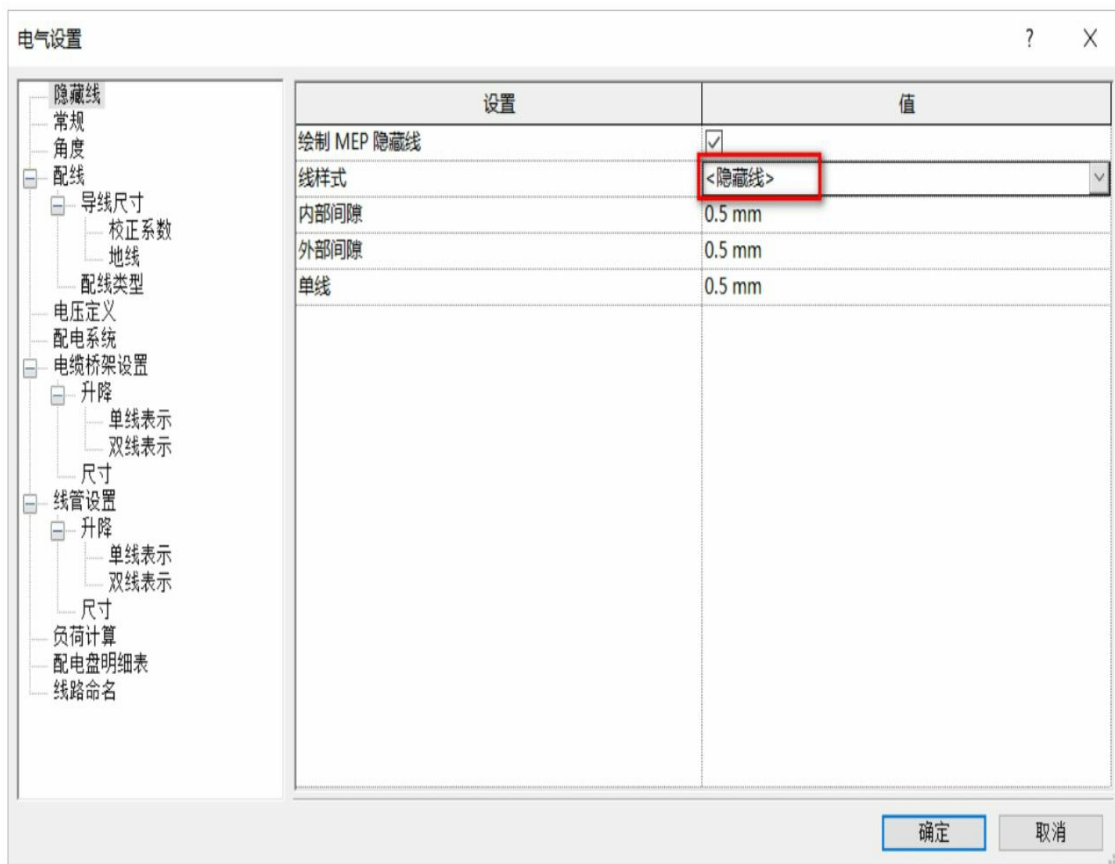

图4-55
(2) 在“系统”选项卡下，单击“电气”下拉按钮中的“电气设置”（快捷键ES），更改线样式为“隐藏线”，如图 4-55 所示，这样绘制完成后